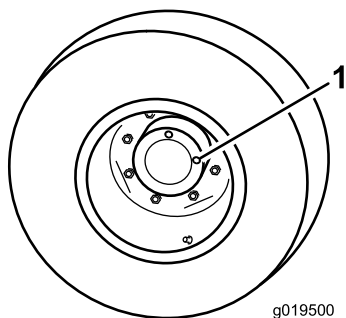

Figura 66
1. Con la máquina en una superficie nivelada, coloque la rueda con un tapón de verificación en la posición de las 12 y el otro en la posición de las 3 (Figura 66).
1. Tapón de verificación/drenaje (2)
2. Retire el tapón de la posición de las 3 (Figura 66).